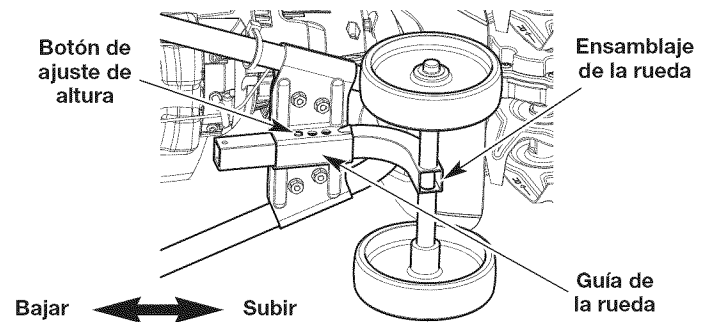

Fig. 1
1. Apoye la unidad sobre un costado (Fig. 1).
2. Inserte el ensamblaje dentro de la guía de la rueda hasta que el botón de ajuste de altura se traben en su sitio (Fig. 1).
2. Oprima el botón de ajuste de altura y mueva el ensamblaje de la rueda hasta que el botón traben en el orificio deseado (Fig. 1).